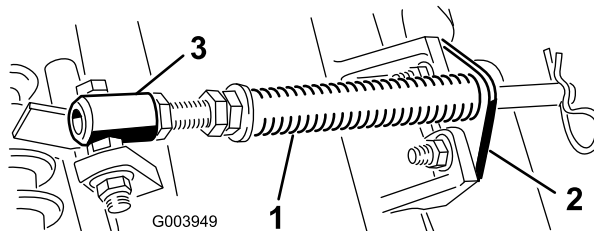

Figura 4
- A. Retire los 2 pernos de cuello cuadrado y las tuercas que sujetan el soporte de la varilla a las pestañas de la unidad de corte (Figura 4).
- B. Retire la tuerca con arandela prensada que fija el perno del tubo del muelle a la pestaña del bastidor de tiro (Figura 4). Retire el conjunto.
- C. Monte el perno del tubo del muelle a la otra pestaña del bastidor de tiro y fíjelo con la tuerca con arandela prensada. La cabeza del perno debe colocarse en el exterior de la pestaña, según se muestra en Figura 4.